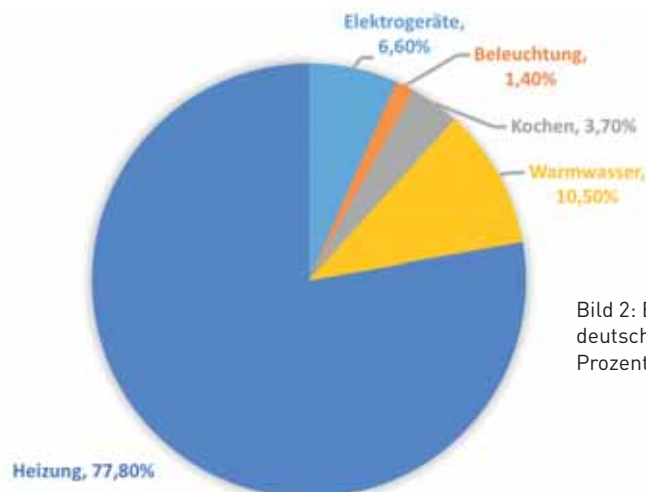

Bild 2: Endenergieverbrauch deutscher Haushalte in Prozent
In Bild 2 ist erkennbar, dass der größte Endenergieverbraucher in deutschen Haushalten die Heizung darstellt mit 77,80 % am gesamten Endenergieverbrauch des Gebäudes (3).